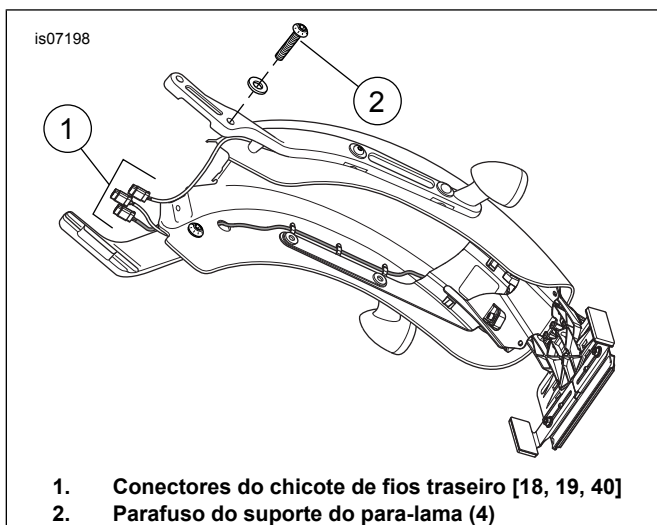

Figura 1. Para-lama traseiro
1. Veja Figura 1. Coloque cuidadosamente o para-lama em sua posição.
2. Instale os parafusos do suporte do para-lama (2). Aperte os parafusos com torque inicial de 40,7–47,5 N·m (30–35 ft-lbs). Afrouxe os parafusos e dê o aperto final com torque de 51,5–56,9 N·m (38–42 ft-lbs).
4. Conecte todos os três conectores do chicote de fios traseiro [18, 19, 40] (1).